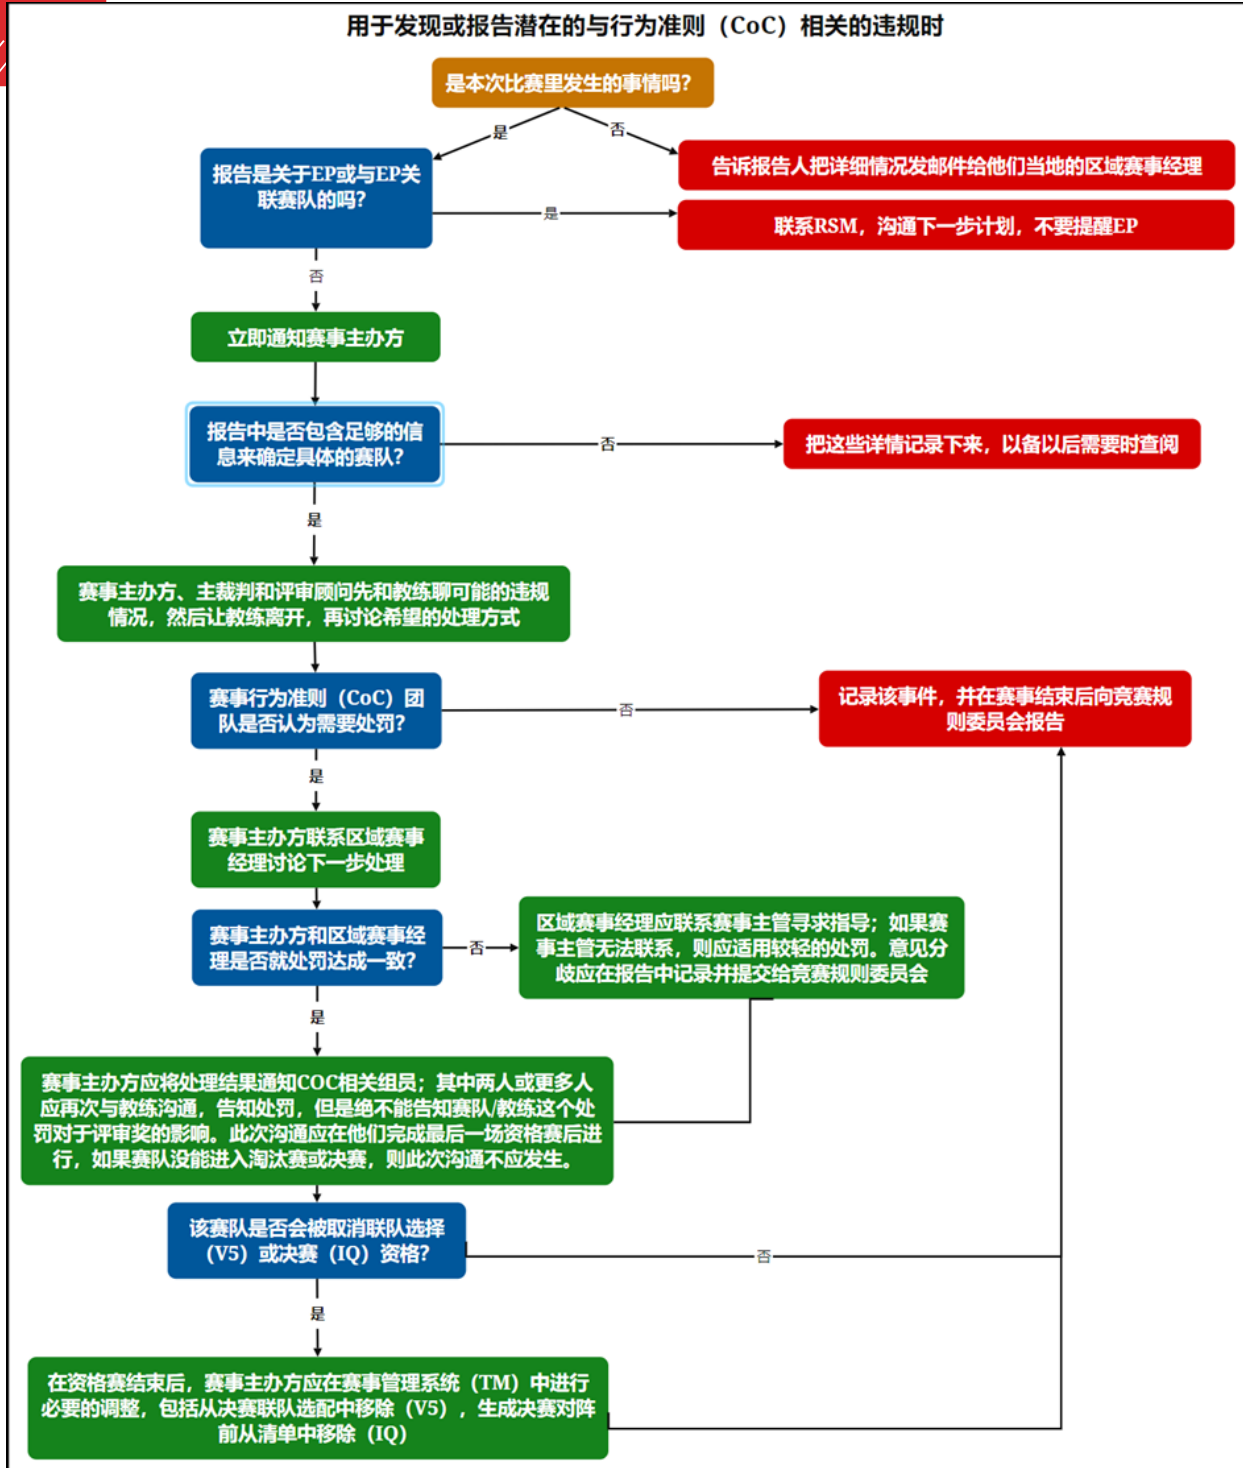

图 V-3: 用于判断行为准则 (CoC) 相关违规的流程
1. 重大违规应通过与行为准则相关的违规流程进行处理（见图 V-3）。
1. <S2> 违规应通过与行为准则相关的违规流程进行处理（见图 V-3）。
1. 任何违反 <G1> 的行为均可被视为重大违规，并应根据具体情况一事一议。因多次出现不尊重或不文明行为而面临 <G1> 重大违规风险的赛队，通常会收到一次“最终警告”，尽管主裁判并非必须发出此警告。所有 <G1> 重大违规/取消资格的行为，均应通过与行为准则相关的违规流程进行处理（见图 V-3）。
1. 对本规则的潜在违规将一事一议。根据定义，一旦由成年人搭建或编程的机器人在比赛中得分，所有违反本规则的行为即成为影响得分的违规。所有报告和/或疑似违反 <G2> 的行为，均应通过与行为准则相关的违规流程进行处理（见图 V-3）。
1. 涉嫌违反本规则的赛队，应被报告至评审顾问、主裁判或赛事合作伙伴 (EP)，以便与区域支持经理协调进行进一步调查。根据调查结果，该赛队可能会被移除出后续比赛，其机器人技能挑战赛得分可能被取消，和/或被取消评审奖项的评选资格。
2. 对违反本规则的行为，将结合 <G2> 中所述的 RECF 以学生为中心的政策以及 <G1> 中所述的 REC 基金会行为准则，一事一议。所有报告和/或疑似违反 <G4> 的行为，均应通过与行为准则相关的违规流程进行处理（见图 V-3）。
1. 涉嫌违反本规则的战队，应通过与行为准则相关的违规流程进行处理（见图 V-3）。
1. 战队若为了获得竞争优势而规避机器人规则，应立即取消其当前比赛的资格。除了当场比赛取消资格外，所有违反 <R4> 的行为均应启动与行为准则相关的违规流程（见图 V-3）。